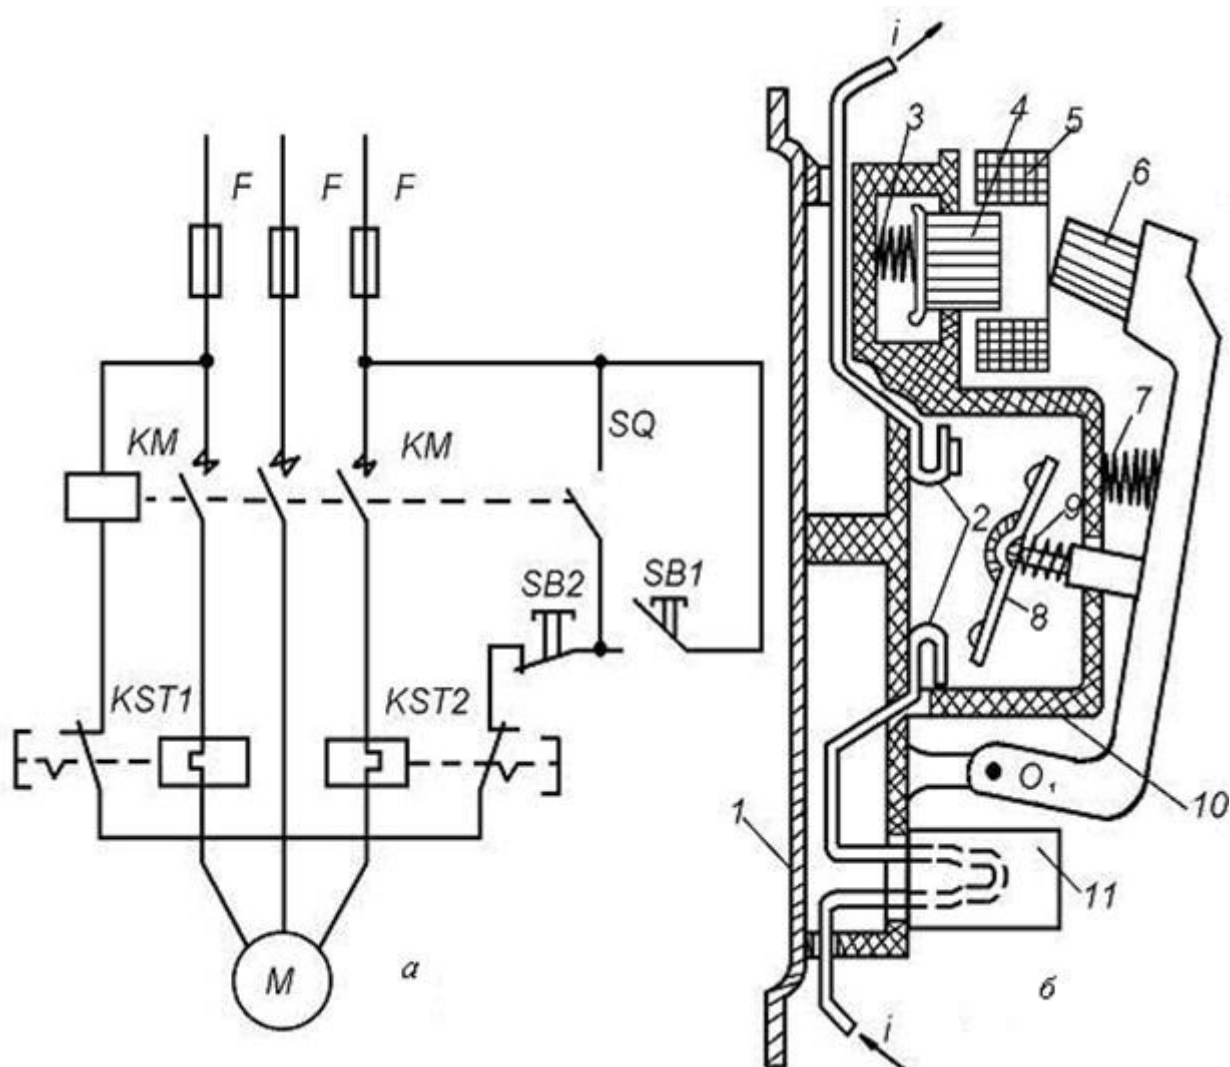

Рис. 3.15. Магнитный пускатель серии ПАЕ:
Электрическая и конструктивная схема магнитного пускателя серии ПАЕ показана на рис. 3.15. При нажатии кнопки SB1 подается питание в катушку контактора КМ(5) через размыкающиеся контакты тепловых реле KST1, KST2 и кнопку SB2. Якорь электромагнита 6 притягивается к сердечнику 4, вращаясь вокруг оси O_1 . При этом неподвижные контакты 2 замыкаются подвижным контактным мостиком 8. Нажатие в контактах обеспечивается пружиной 9. Одновременно замыкаются вспомогательные контакты SQ (рис. 3.15, а), которые шунтируют кнопку SB1. При перегрузке электродвигателя срабатывают оба или одно тепловое реле 11, цепь катушки размыкается контактами KST1 и KST2. При этом якорь 6 больше не удерживается сердечником и под действием собственной массы и пружины 7 подвижная система переходит в отключенное положение, размыкая контакты. Двукратный разрыв в каждой фазе и закрытая камера 10 обеспечивают гашение дуги без специальных устройств. Точно так же происходит отключение пускателя при нажатии кнопки SB2.